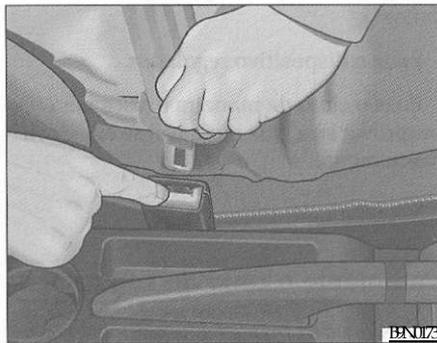

Fig. 16 Soltar a lingüeta do fecho do cinto
- Pressione a tecla vermelha do fecho => fig. 16. A lingüeta do fecho solta-se pelo efeito de uma mola